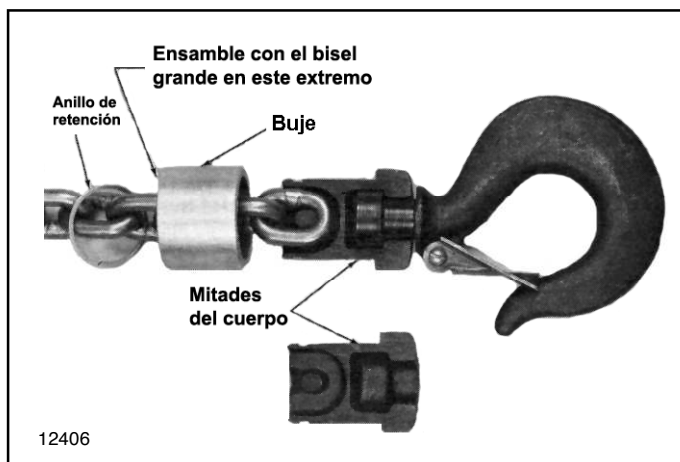

Figura 7-1. Conexión del gancho inferior
a. Para extraer el gancho del extremo de la caída en los polipastos de caída simples, extraiga el anillo de retención en la parte superior del buje, deslícelo de las mitades del cuerpo y separe las partes. Ver Figura 7-1 .